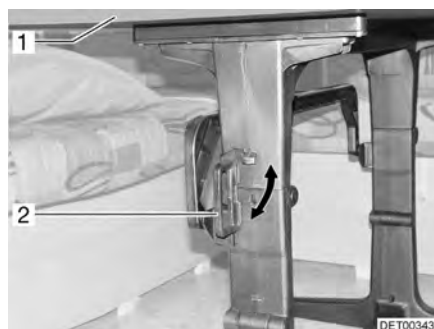

Fig. 69 Mesa abatible
- Girar el tirador (Fig. 69,2) a la posición horizontal.
- Girar el tablero de mesa (Fig. 69,1) hacia abajo formando un arco.